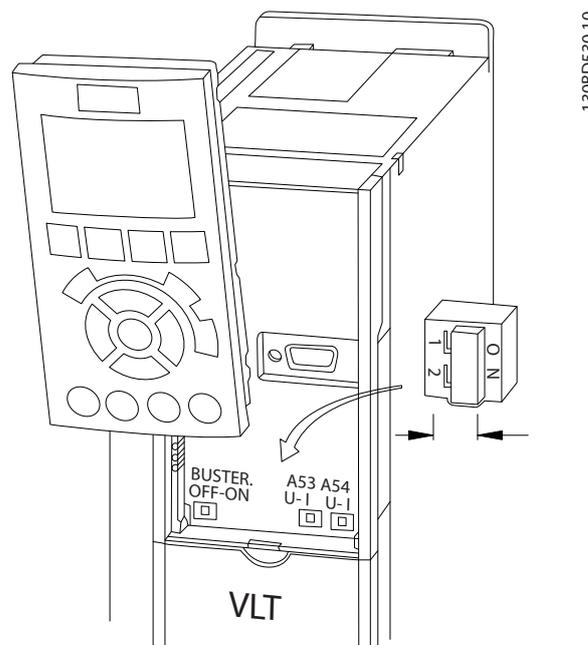

Abbildung 4.13 Lage der Schalter für die Klemmen 53 und 54
1. Nehmen Sie die LCP-Bedieneinheit ab (siehe Abbildung 4.13).
- Schließen Sie die Segmente an beiden Endpunkten ab – entweder mit Hilfe des Terminierungsschalters (Bus-Term. ein/aus, siehe *Abbildung 4.13*) des Frequenzumrichters oder mit einem Widerstandsnetzwerk.